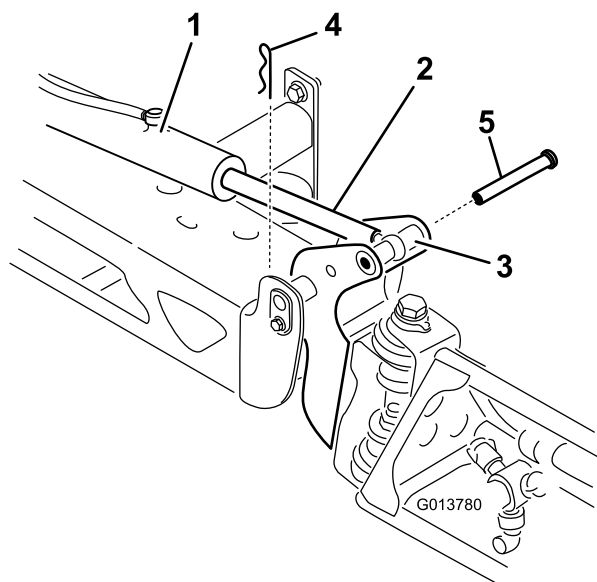

Figura 34
2. Retire o contrapino do pino de articulação (Figura 34).
3. Eleve rampa e retire o pino (**Figura 34**) e lentamente baixe a rampa para o solo.
9. Enquanto segura na rampa, insira o pino através tanto da articulação da rampa como da barra do acionador (**Figura 34**).